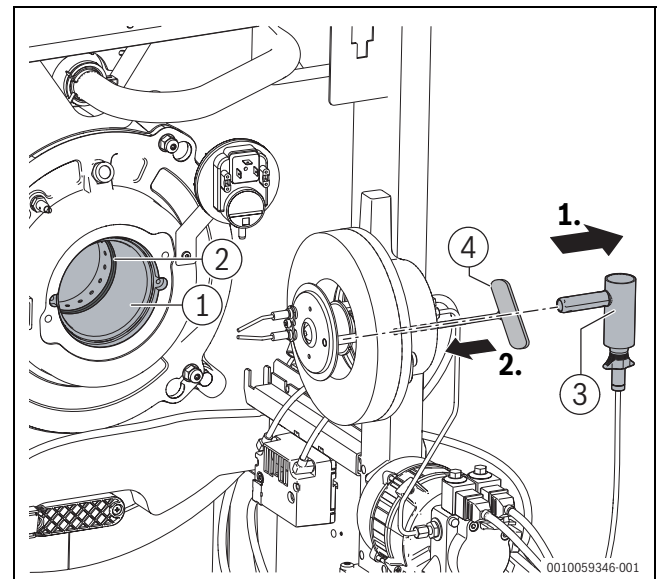

Bild 73 Dichtung prüfen (Serviceposition 1), Verwendung Innensechskantschlüssel zur Ausrichtung des Mischsystems
- ▶ Brenner in Serviceposition 1 bringen (→ Bild 73).
- ▶ Winkelhalter mit Flammenfühler (→ Bild 73) aus Brennergehäuse ziehen.
- ▶ Zur Ausrichtung des Halterohres des Flammenfühlers mit dem Sichtrohr des Mischsystems einen Innensechskant-Steckschlüssel (Schlüsselweite 5) als Lehre von der Brennergehäuseseite einführen (→ Bild 73).
- ▶ Winkelhalter mit Flammenfühler (→ Bild 73) wieder bis zum Anschlag in Brennergehäuse einstecken.